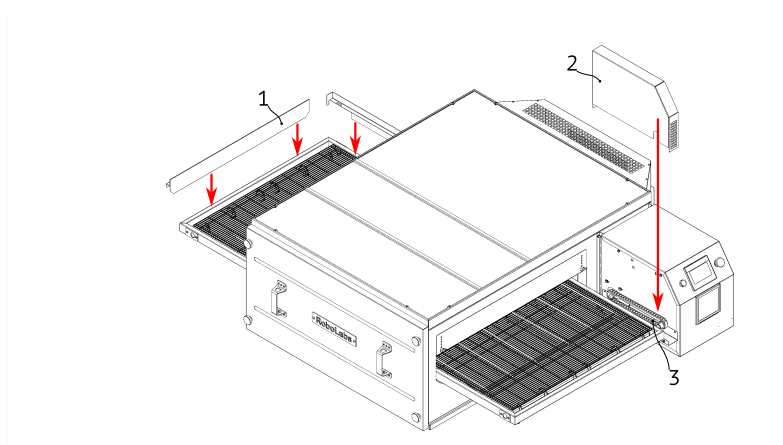

Рисунок 5
5. Одновременно с установкой конвейера установите цепь (3) на звёздочку приводного вала конвейера и ответную звёздочку, сидящую на валу, выходящего из отсека электрокомпонентов, см. Рис. 5.